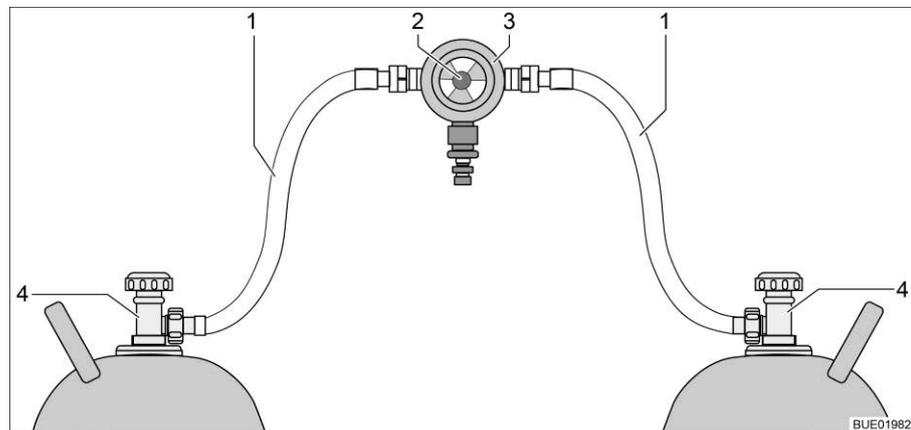
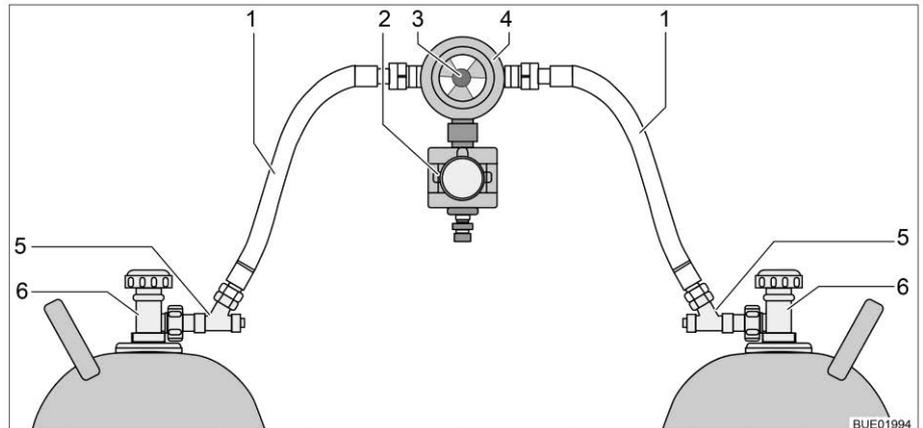

Fig. 172 Instalación de conmutación de bombonas de gas
Fig. 173 Instalación de conmutación de bombonas de gas con CPU
La instalación de conmutación de bombonas de gas consiste de un regulador de presión de gas combinado, con válvula selectora e indicador (Fig. 172,3). La instalación de conmutación de bombonas de gas está montada entre las dos gomas del gas (Fig. 172,1).
La instalación de conmutación de bombonas de gas consiste de un regulador de presión de gas combinado, con válvula selectora e indicador (Fig. 173,4) y una electroválvula (Fig. 173,2). En caso de una frenada a fondo, un accidente o una extrema posición inclinada, la electroválvula bloquea el suministro de gas al vehículo. La instalación de conmutación de bombonas de gas está montada entre las dos gomas del gas (Fig. 173,1) con dispositivos de seguridad en caso de rotura de manguera (Fig. 173,5).
Con el botón giratorio (Fig. 172,2 ó bien Fig. 173,3) en la instalación de conmutación de bombonas de gas se puede determinar cuál de las bombonas de gas se utilizará como bombona de servicio y cuál bombona de gas como bombona de reserva.
En la unidad de mando (Fig. 174) únicamente pueden conmutarse las funciones eléctricas. Las llaves de paso principales de las bombonas de gas (Fig. 172,4 ó bien Fig. 173,6) deben abrirse y cerrarse a mano.
- Abrir las llaves de paso principales en las bombonas de gas (Fig. 172,4 ó bien Fig. 173,6).
- Pulsar los dispositivos de seguridad en caso de rotura de manguera (Fig. 173,5), uno tras otro, por 10 segundos.
- Con el botón giratorio (Fig. 172,2 ó bien Fig. 173,3) en la instalación de conmutación, seleccionar la bombona de gas de la que habrá de tomarse el gas con prioridad (bombona de servicio). Girar el botón giratorio siempre hasta el tope.
- Cerrar las llaves de paso principales en las bombonas de gas (Fig. 172,4 ó Fig. 173,6).